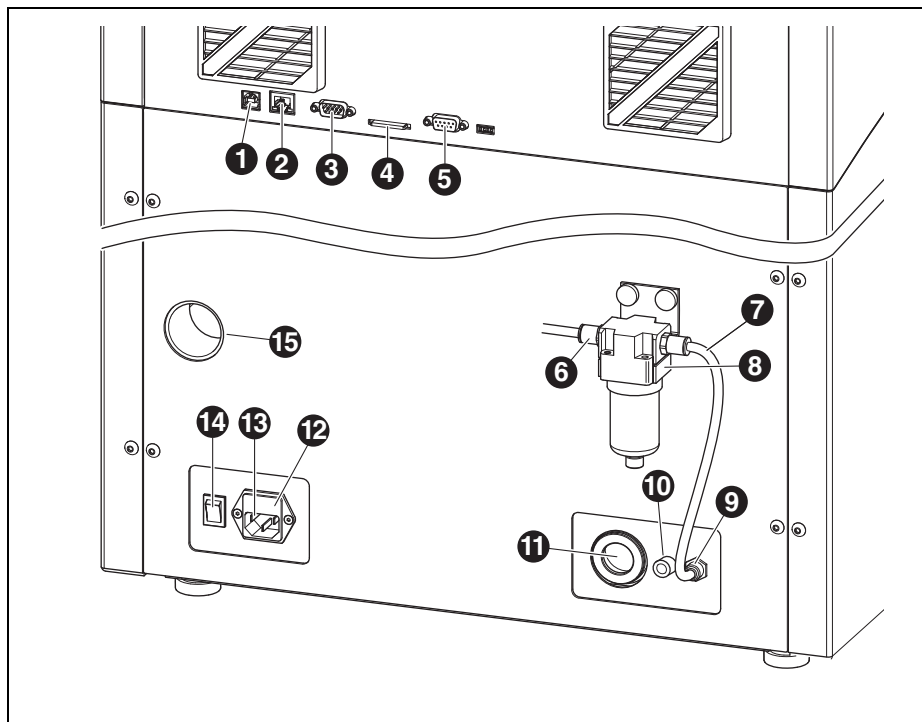

Fig. 2 Vue d'ensemble de l'appareil face arrière
- ▷ Tirer le tiroir ([11]) dans la figure 2 sur la page 84) au dessous de la fiche du secteur.